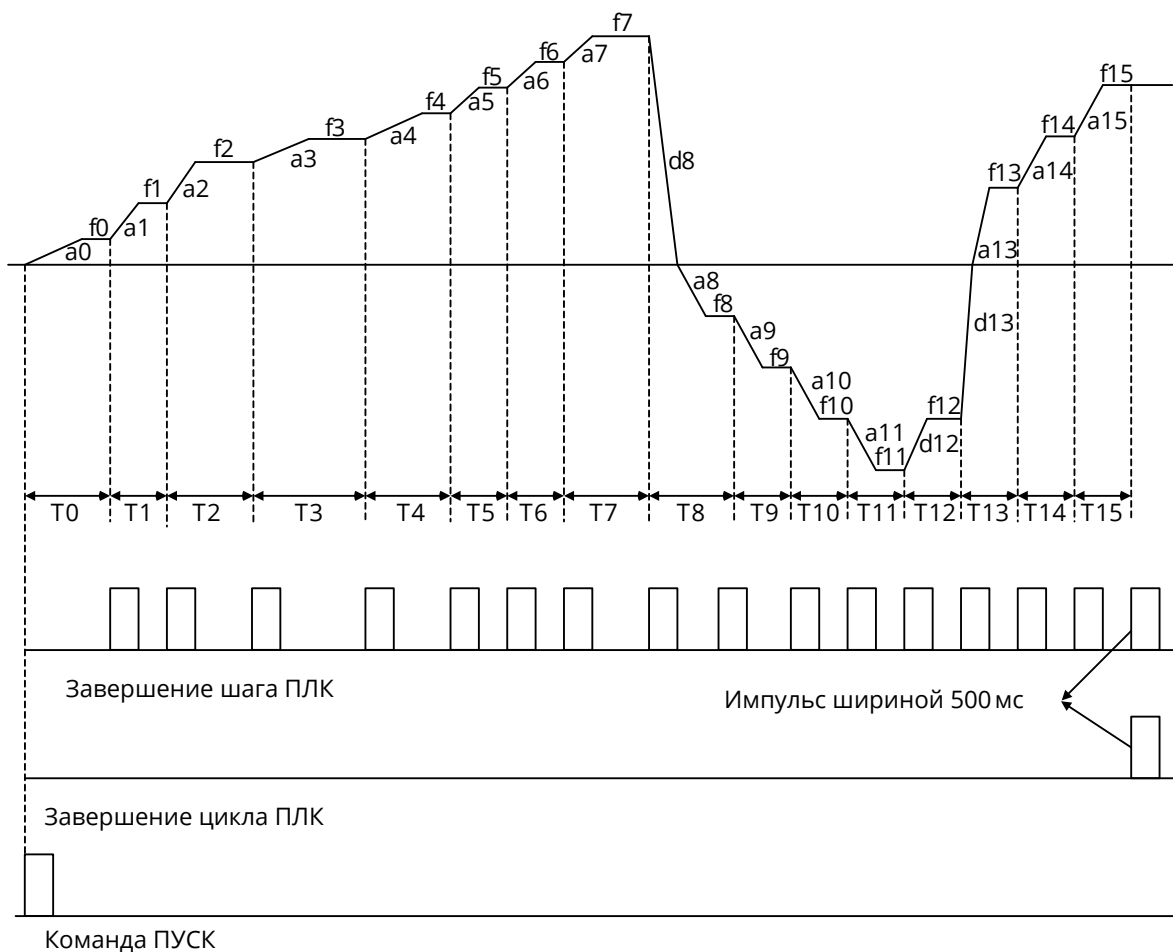

Рис. 6-51
**1:** Продолжить работу с последней частоты цикла, см. рис. 6-51: